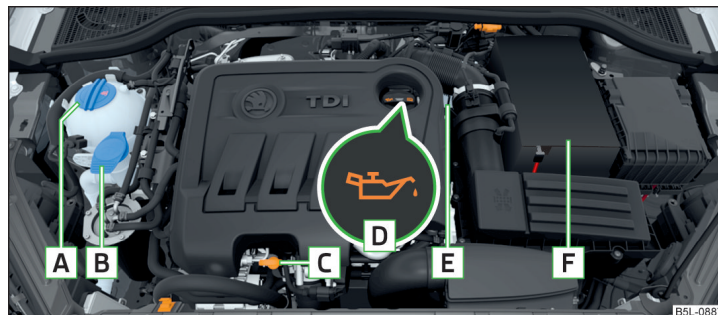

Fig. 159 Ejemplo de orden en el vano motor
- Desenrosque el tapón de la boca de llenado de aceite de motor **D** » fig. 159 de la pág. 151.